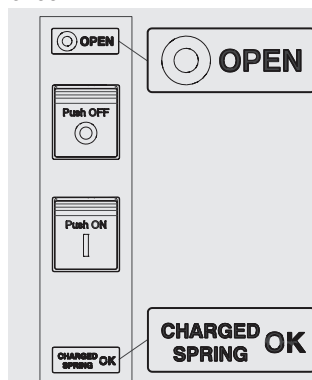

Figure 78
2. Disjoncteur ouvert avec ressorts bandés (voir Figure 78).